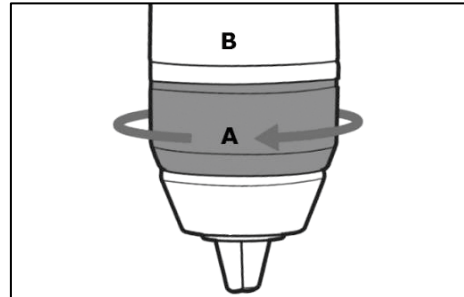

Рисунок 11.
Убедитесь, что сверло отцентрировано в зажимном патроне, Удерживая патрон за неподвижное основание (B) (рис. 11), вращайте зажимное кольцо патрона (A) по часовой стрелке – для фиксации сверла или против – для